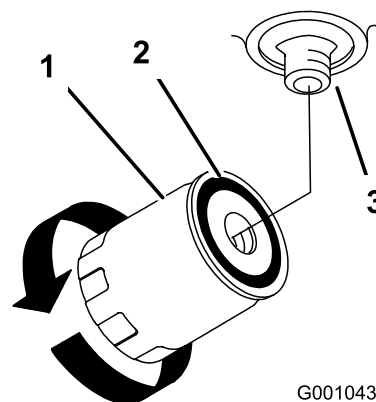

Bild 48
9. Drehen Sie den Ölfilter nach rechts, bis die Gummidichtung den Anbaustutzen berührt. Ziehen Sie ihn dann um eine weitere 1/2 Umdrehung fester (Bild 48).